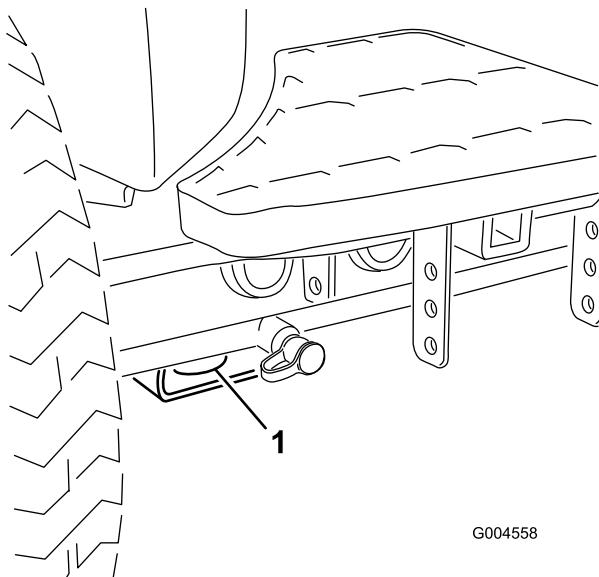
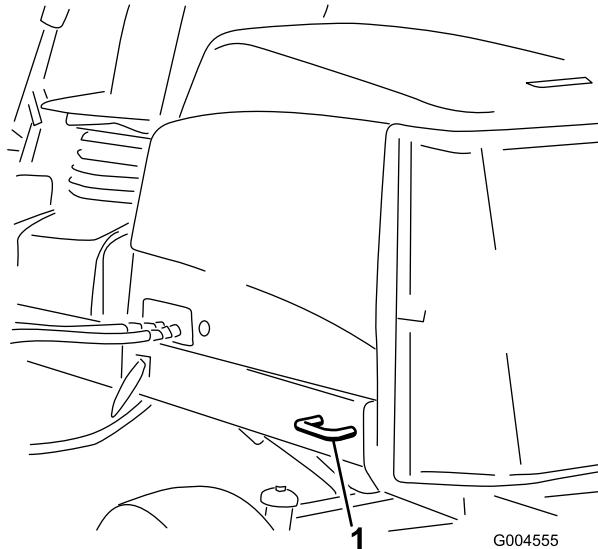

Bild 36
Bild 37
5. Befestigen Sie die Maschine mit den Metallvergurtungen und Riemen, Ketten, Kabel oder Seilen am Anhänger oder Pritschenwagen (Bild 36 und Bild 37).
- Vorne: Loch im Rechteck unter dem Achsenrohr in jedem Vorderreifen (Bild 36)
- Hinten: Jede Maschinenseite am hinteren Rahmen (Bild 37)